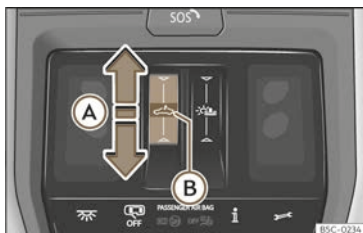

Abb. 90 Im Dachhimmel: Bedienelement für Panorama-Schiebedach.
- Automatische Bewegung: Den Finger nach hinten über den Funktionsbereich >>> (Abb. 90) (A) ziehen.
- Innerhalb von etwa 5 Sekunden nach der Aktivierung des Einklemmschutzes den Finger nach vorne über den Funktionsbereich >>> (Abb. 90) (A) ziehen und gedrückt halten bis das Dach vollständig geschlossen ist.